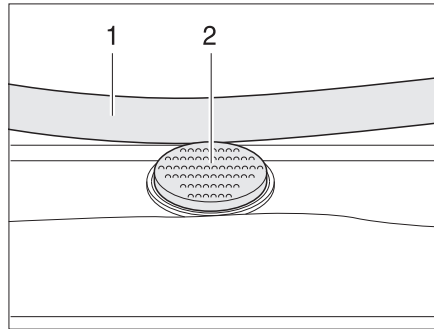

Bild 42 Sicherungsknopf an der Heki-Dachhaube
- Den Sicherungsknopf (Bild 42,2) drücken und den Bügel (Bild 42,1) mit beiden Händen nach unten ziehen.
- Den Bügel mit beiden Händen nach oben drücken, bis der Bügel oberhalb des Sicherungsknopfes (Bild 42,2) liegt.